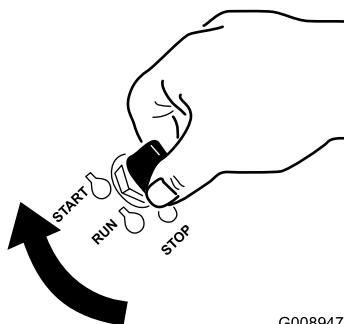

Figura 18
1. Girate la chiave di accensione in posizione AVVIO (Figura 18).